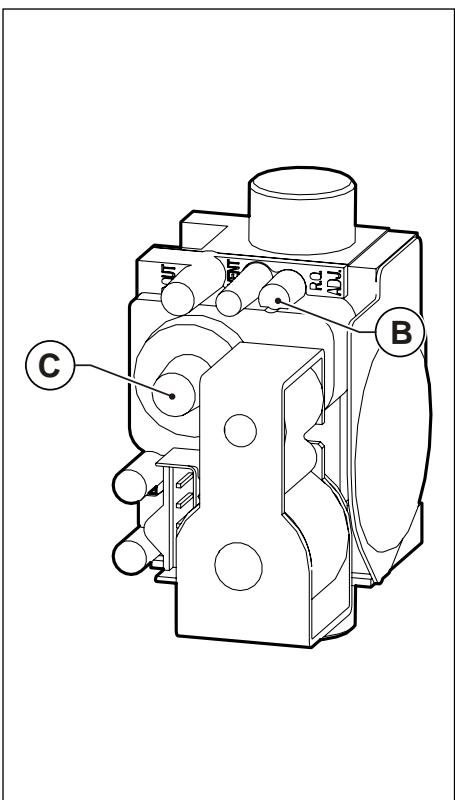

Рис. 40 Регулировка уровня содержания углекислого газа
- Отрегулировать уровень содержания углекислого газа (CO₂) в дымовых газах с помощью соответствующего регулятора **B** (смотри Рис. 40 Регулировка уровня содержания углекислого газа) удостовериться, что его величина находится в пределах, указанных в Табл. 21 Содержание CO₂ в дымовых газах. Не выключая режим "трубочист", перейти к следующему этапу — регулировке минимальной мощности.
- Отрегулировать уровень содержания углекислого газа (CO₂) в дымовых газах, вращая регулятор «offset» **C** (смотри Рис. 40 Регулировка уровня содержания углекислого газа) удостовериться, что его величина находится в пределах, указанных в Табл. 21 Содержание CO₂ в дымовых газах.